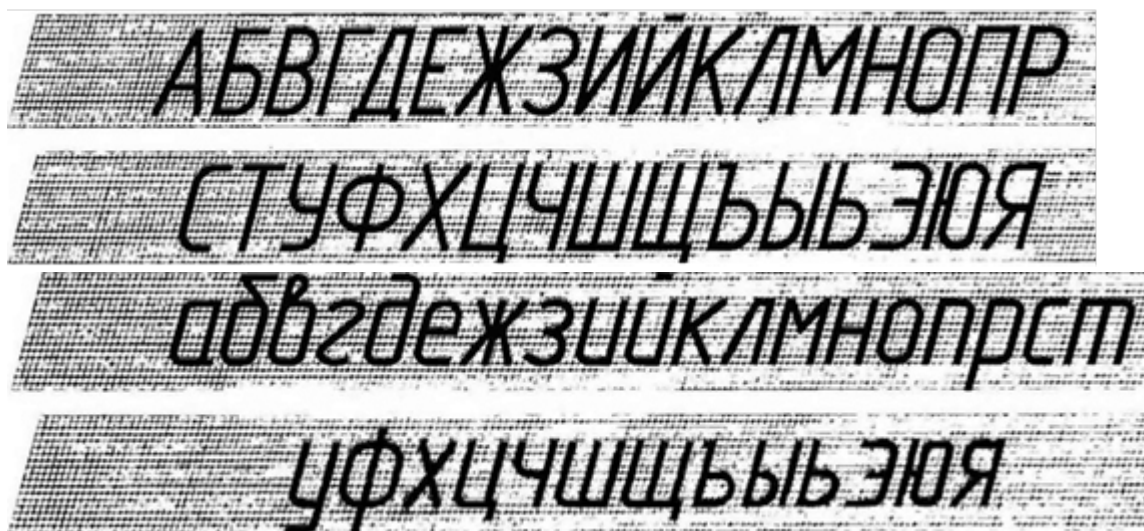

Рисунок 4
- тип А с наклоном 75° (рис. 4);